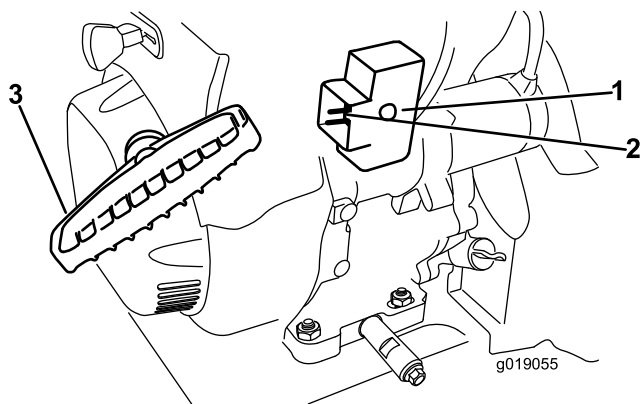

Figure 33
- Démarrez la machine en tirant sur le lanceur ou en appuyant sur le bouton du démarreur électrique (Figure 33).